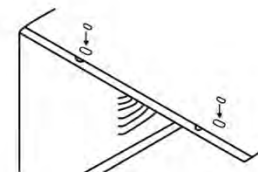

Fig.6
- Ajoutez deux garnitures de mousse aux trous en haut du caisson où les vis d'expédition ont été enlevées (voir Fig.6).
1. Fixez le joint en mousse à l'angle supérieur au-dessus des trous, comme illustré à la Fig. 6.